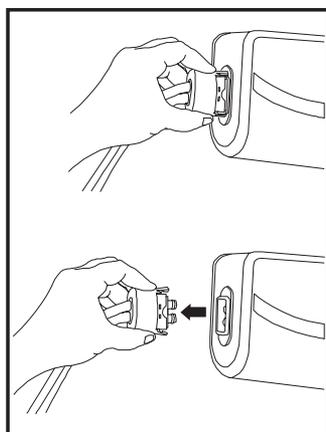

図 9
2. 右(図9)に示す通り、ホースを水平のマットレス(A および AR モデル用)に接続されているポンプから外します。